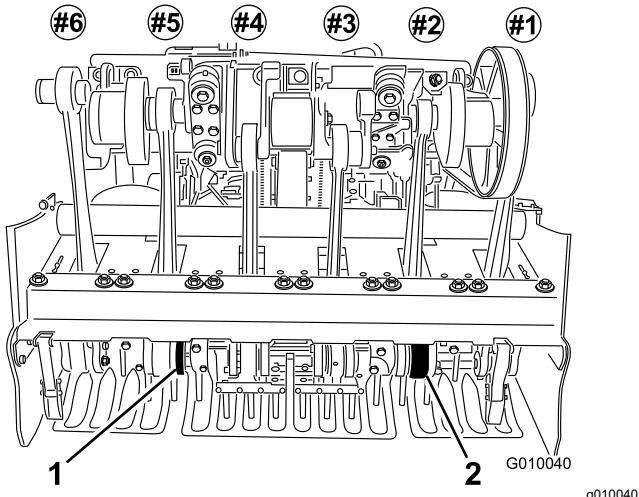

Figure 25
6. Placez les louchets dans les porte-louchets n° 2 et 5 (Figure 25), et serrez les vis.